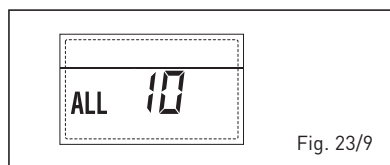

Fig. 23/9
- INTERVENÇÃO Sonda FUMOS "ALL 13" (fig. 23/10)